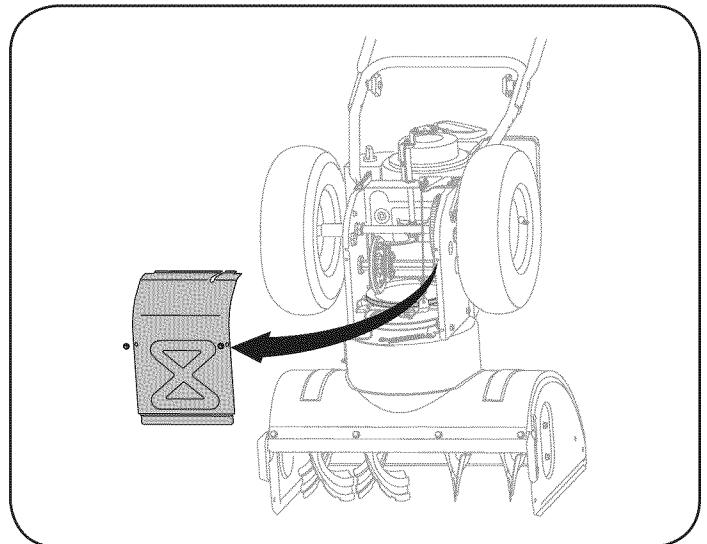

Figura 23
5. Saque la cubierta del marco desde debajo de la máquina quitanieve retirando los cuatro tornillos autorroscantes que la aseguran. Vea la figura 23.
5. Saque la cubierta del marco desde debajo de la máquina quitanieve retirando los tornillos autorroscantes que la aseguran. Vea la figura 23.